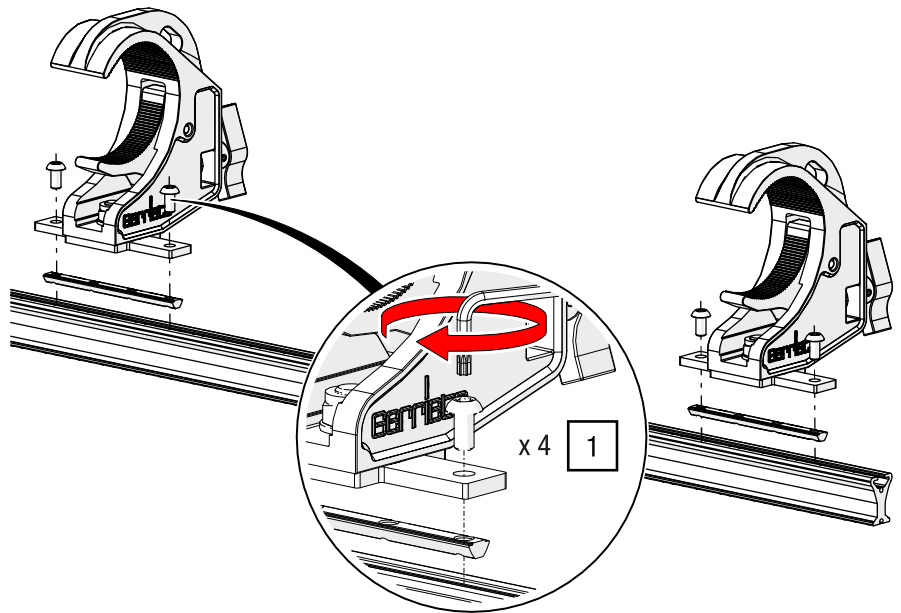

Abb. 32: G-CLAMP direkt – Montage mit Nutenstein
1. Montieren Sie die G-CLAMP mit einem 4-fach-Nutenstein und TORX®-Schlüssel T25 an der Schiene (siehe Abb. 32).